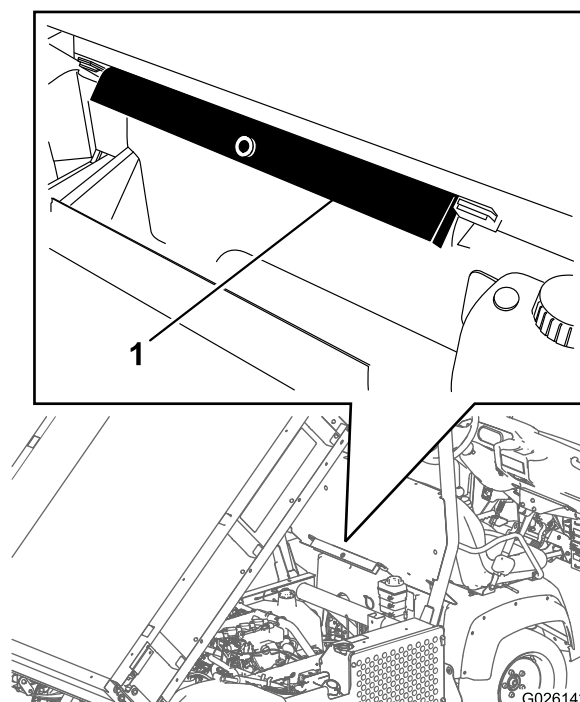

Figura 21
2. Scoatei suportul pentru platformă din suporturile de depozitare din spatele panoului ROPS (Figura 21).